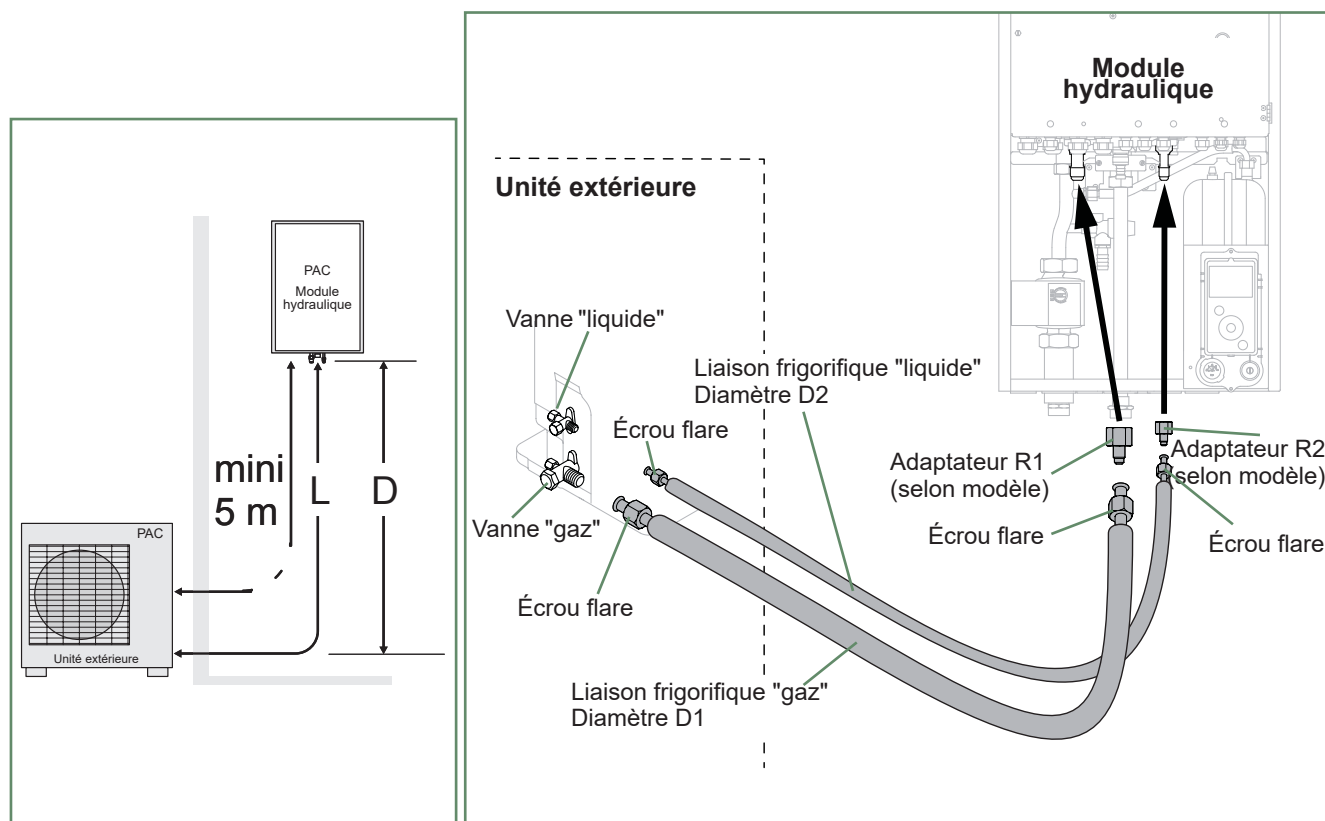

fig. 19 - Raccordement des liaisons frigorifiques (diamètres et longueurs permises)
- Suivant le cas, raccorder un adaptateur (réduction) 1/4" - 3/8" ou 1/2" - 5/8" (voir *fig. 19*).